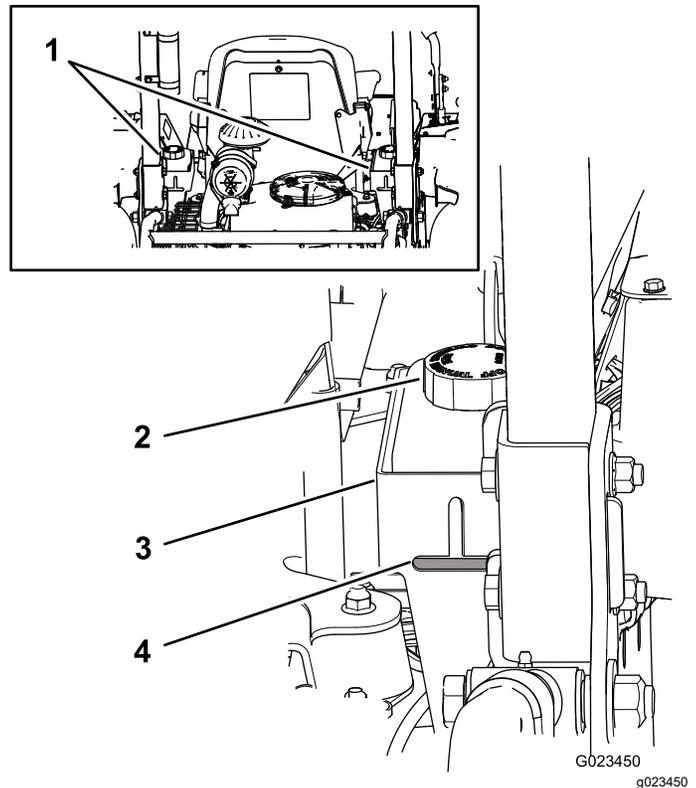

Figure 68
hydrauliques (Figure 68), faites l'appoint jusqu'à ce que le niveau d'huile soit acceptable. **Ne remplissez pas les réservoirs excessivement.** Si le niveau de liquide atteint le haut de la partie horizontale du regard de niveau, il n'est pas nécessaire de faire l'appoint. Le liquide de remplacement recommandé est le suivant :
Remarque: Le niveau de liquide doit atteindre le bas de chaque ouverture, comme montré à la Figure 68.
- A. Nettoyez la surface autour des bouchons des réservoirs de liquide hydraulique pour éviter que des impuretés ne pénètrent dans le système (Figure 68).